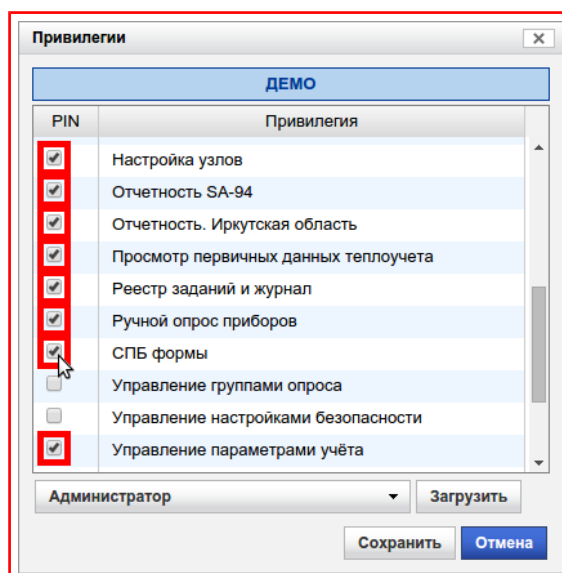

Рисунок 9.84 — Диалоговое окно «Привилегии»
- 3.1) Первый способ: установить флаги в столбце **«PIN»** напротив привилегий, рисунок 9.84;